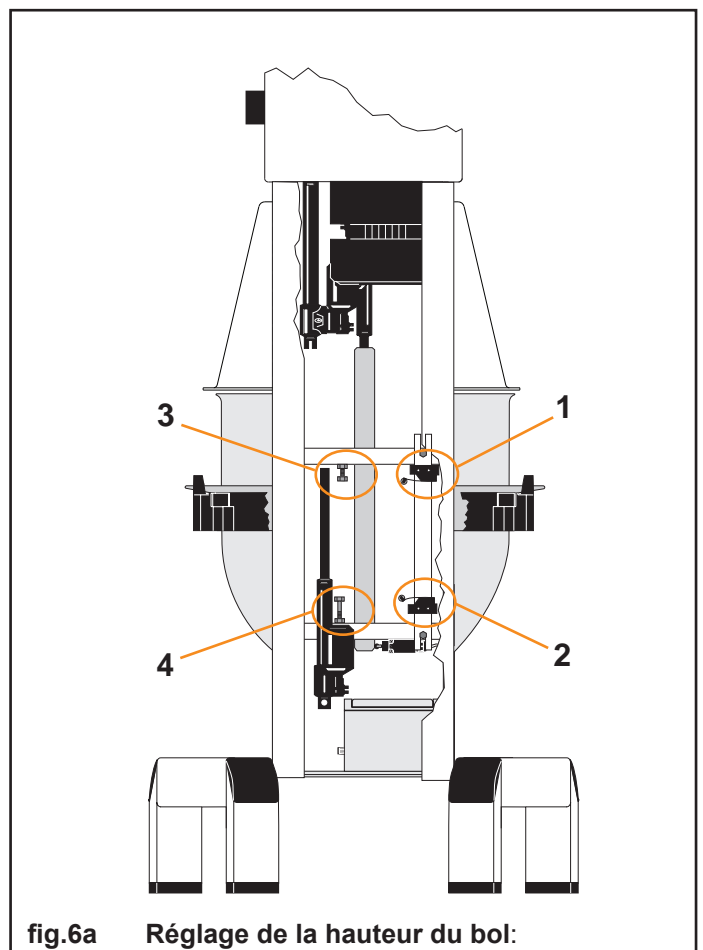

fig.6a Réglage de la hauteur du bol:
Les positions haute et basse du bol sont déterminées par les micro-rupteurs (1) et (2), (fig. 6a).